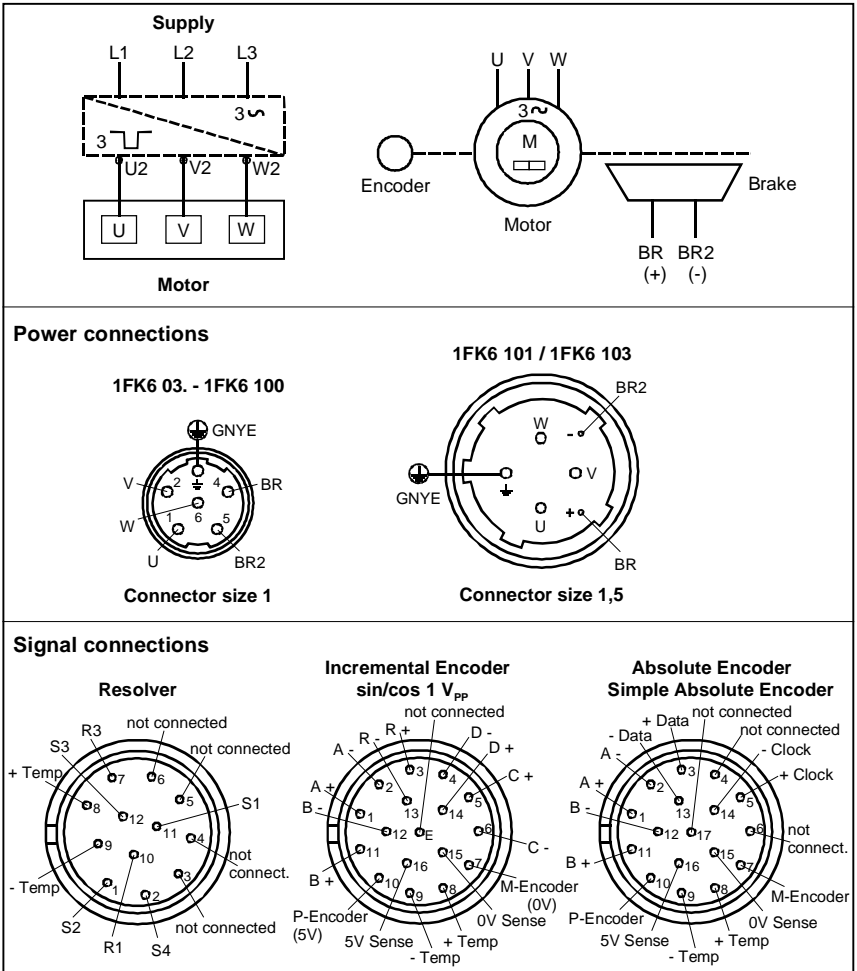

Fig. 5 Câblages
- Respecter les données indiquées sur la plaque signalétique (chapitre 3.1) et sur les schémas de connexion (Fig. 5).
2. Attribuer les prises comme indiqué à la Fig. 5. raccorder le conducteur de protection.
3. raccorder le frein via la prise de puissance comme indiqué à la Fig. 5.
2. Attribuer les prises comme indiqué à la Fig. 5.
Pour cela, le relier aux broches BR, BR2 (Fig. 5) 24 V DC $\pm 10\%$ et vérifier que le rotor tourne librement (pas de bruits de frottement).